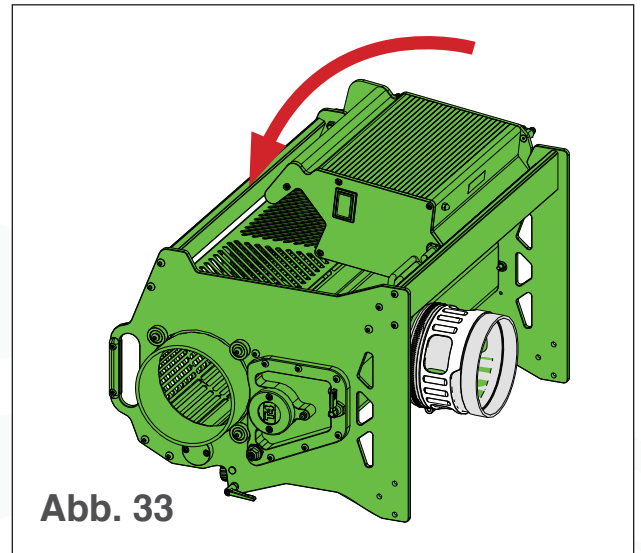

Abb. 33
- iv. Drehen Sie den T4 vorsichtig auf die Seite, so dass er auf der Einstellstange aufliegt (siehe Abb. 33).